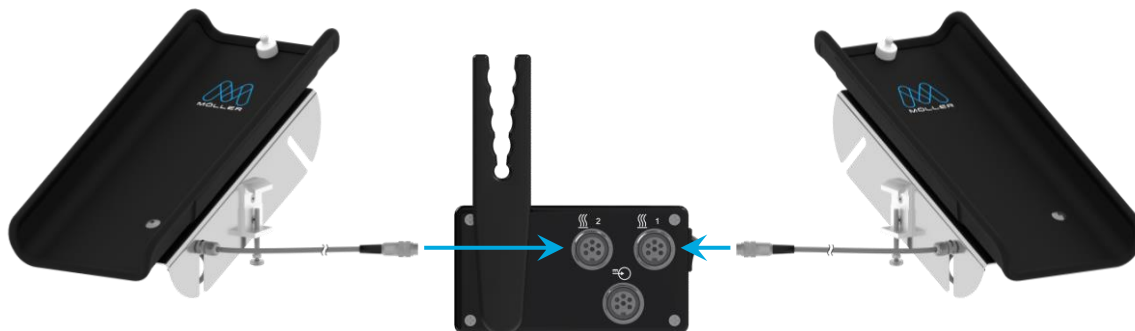

Figura 6:
7. Împingeți ștecherul în mufa de conectare în așa fel încât șinele de ghidare să se îmbine una într-alta. Aici nu ar trebui să se simtă aproape nicio rezistență (Figura 6).